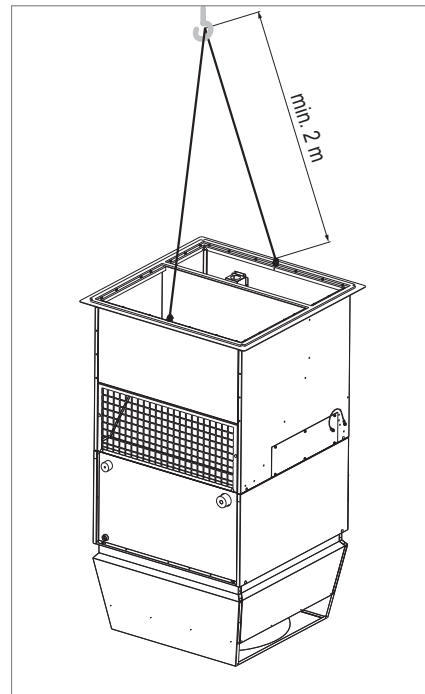

Fig. 28: Longueur minimale des câbles de levage
- Respecter la longueur minimale des câbles de levage (voir Fig. 28).